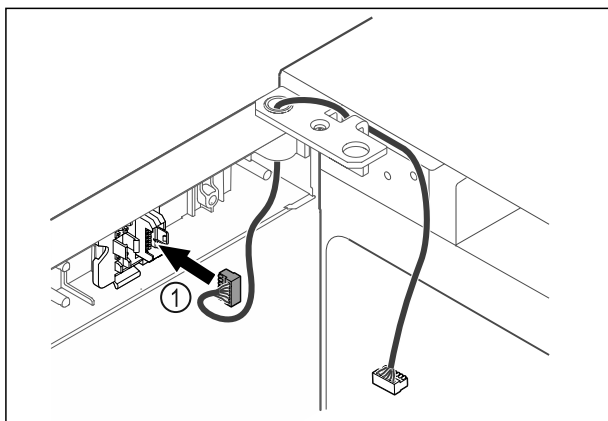

Fig. 46
- Stecker Fig. 46 (1) in Steckerhalterung einstecken.